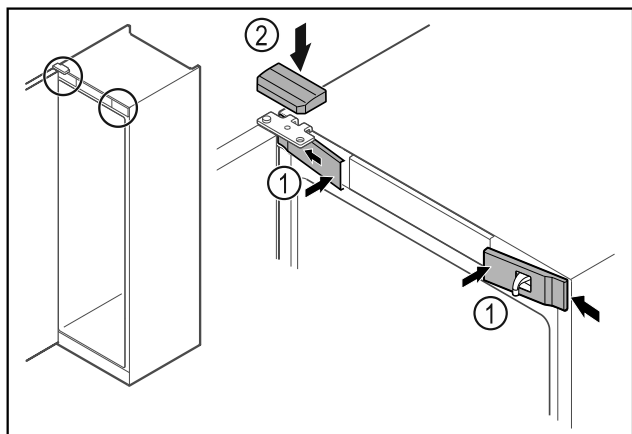

Fig. 46
- ▶ Obesite sprednje pokrove Fig. 46 (1) na stran in jih zaskočite.
- ▶ Zgornji pokrov Fig. 46 (2) namestite z zgornje strani.